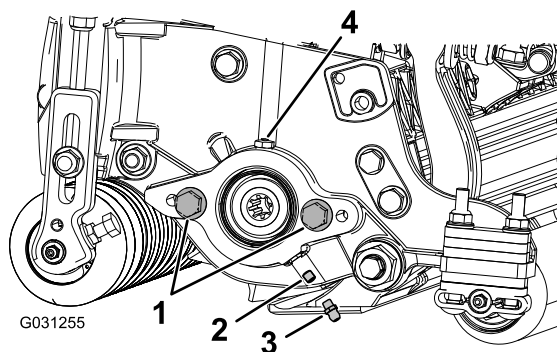

Figura 6
2. Instale el engrasador recto (Figura 6).
3. Si no hay pernos en la chapa lateral del motor del molinete, instálelos (Figura 6).
6. Engrase la chapa lateral hasta que salga el exceso de grasa del orificio (Figura 6).